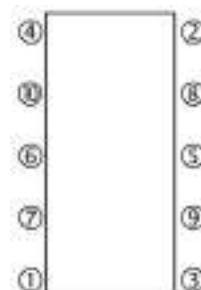

Fig. 11
- Nettoyez et lubrifiez correctement les tirants, positionnez-les, puis serrez les écrous progressivement et uniformément dans l'ordre inverse du démontage indiqué à la Fig. 11 jusqu'à obtenir la cote correcte entre plateaux (cote de serrage) indiquée sur la plaque signalétique. Vérifiez que cette cote est bien uniforme sur tout le pourtour des plateaux. Trop serrer peut déformer les plaques de manière irréversible. Si vous pensez nécessaire de serrer au-delà de la cote préconisée, contactez le service après-vente de CARRIER qui saura vous conseiller.